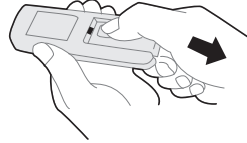

Fig.2
- Glisați înapoi capacul bateriei, așa cum se arată în Fig.2.